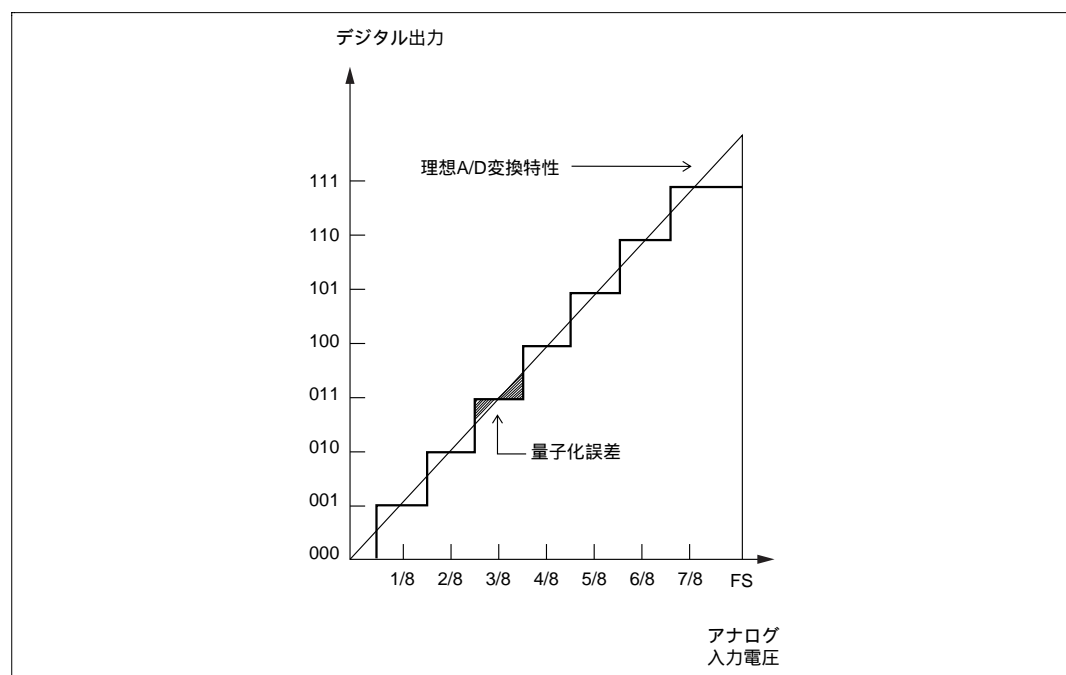

図 15.9 A/D 変換精度の定義（1）
- ・ 量子化誤差.....A/D 変換器が本質的に有する偏差であり、 $1/2\text{LSB}$ で与えられる（図 15.9）。